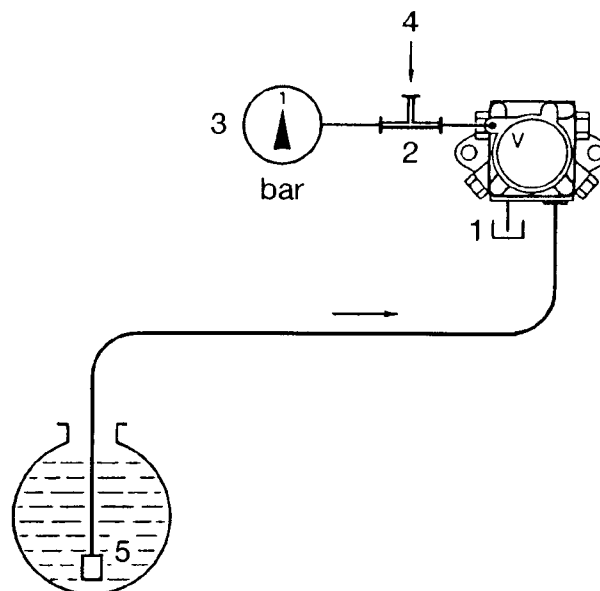

Рис. 37
7.10. Трубопровод подачи дизельного топлива (Рис. 37)